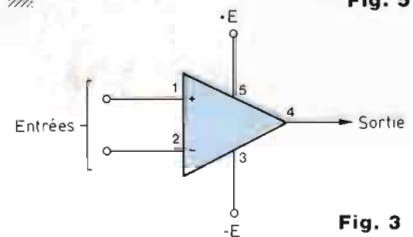

Fig. 3
La représentation symbolique de la figure 3 fait clairement apparaître la similitude de configuration avec un traditionnel amplificateur opérationnel. Outre les broches d'alimentation (3 et 5), on trouve en effet une entrée non inverseuse (1), une entrée inverseuse (2) et la sortie (4). La différence avec un amplificateur opérationnel classique découle des ordres de grandeurs de certains paramètres :